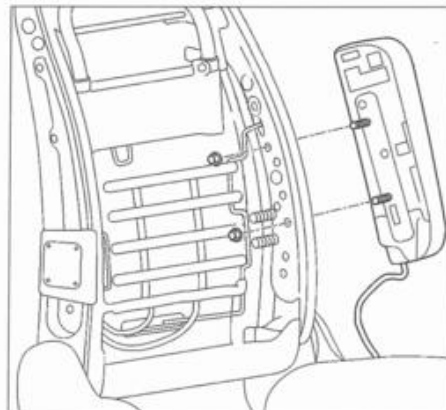

FIG. 12
- Desmontar el airbag lateral (fig. 12).